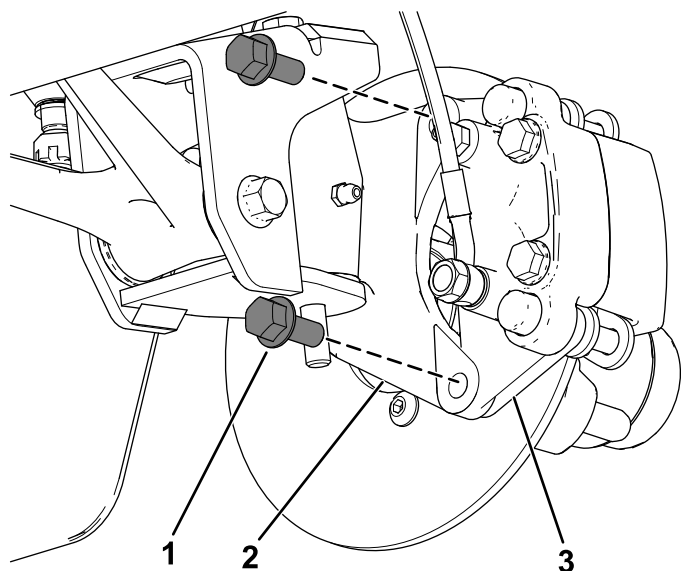
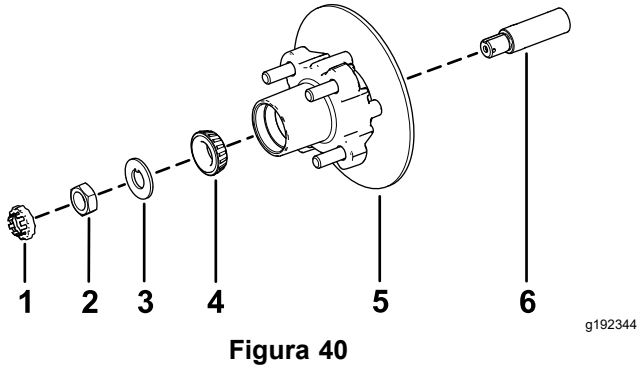

Figura 36
Figura 40
3. Retire los pernos con arandela prensada ($\frac{3}{8}$ " x $\frac{3}{4}$ ") que sujetan el soporte del conjunto de freno al eje y separe el freno del eje (Figura 36).
1. Aplique una ligera capa de grasa del tipo especificado en el eje (Figura 40).
2. Monte el cubo y el rotor en el eje con el rotor hacia dentro (Figura 40).
3. Monte el cojinete exterior en la mangueta y acople el cojinete al anillo de rodadura exterior (Figura 40).
4. Monte la arandela con pestaña en la mangueta (Figura 40).
5. Enrosque la tuerca en el eje y apriete la tuerca a 15 N·m (11 pulgadas-libra), girando el cubo para asentar el cojinete (Figura 40).
2. Alinee las pastillas de freno en cada lado del rotor (Figura 36) y los taladros del soporte de la pinza con los taladros de montaje del freno de la mangueta (Figura 40).
3. Sujete el soporte de la pinza a la mangueta (Figura 36) usando los 2 pernos con arandela prensada ($\frac{3}{8}$ " x $\frac{3}{4}$ ").